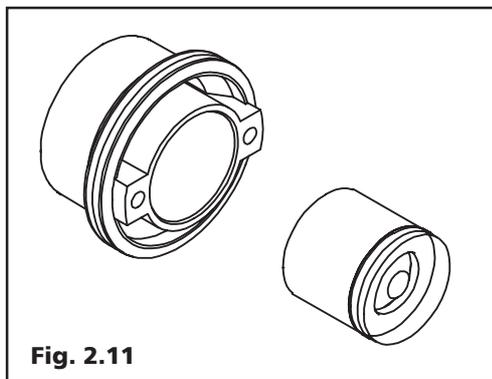

Fig. 2.11
**6) By-pass automatico circuito riscaldamento (Fig. 2.11):** è composto dalla valvola by-pass (utilizzata all'ingresso del circuito primario) e dal suo alloggiamento. La molla è tarata a 530 g. In caso di utilizzo della pompa ad alta prevalenza dovrà essere sostituita con un'altra con un carico maggiore.